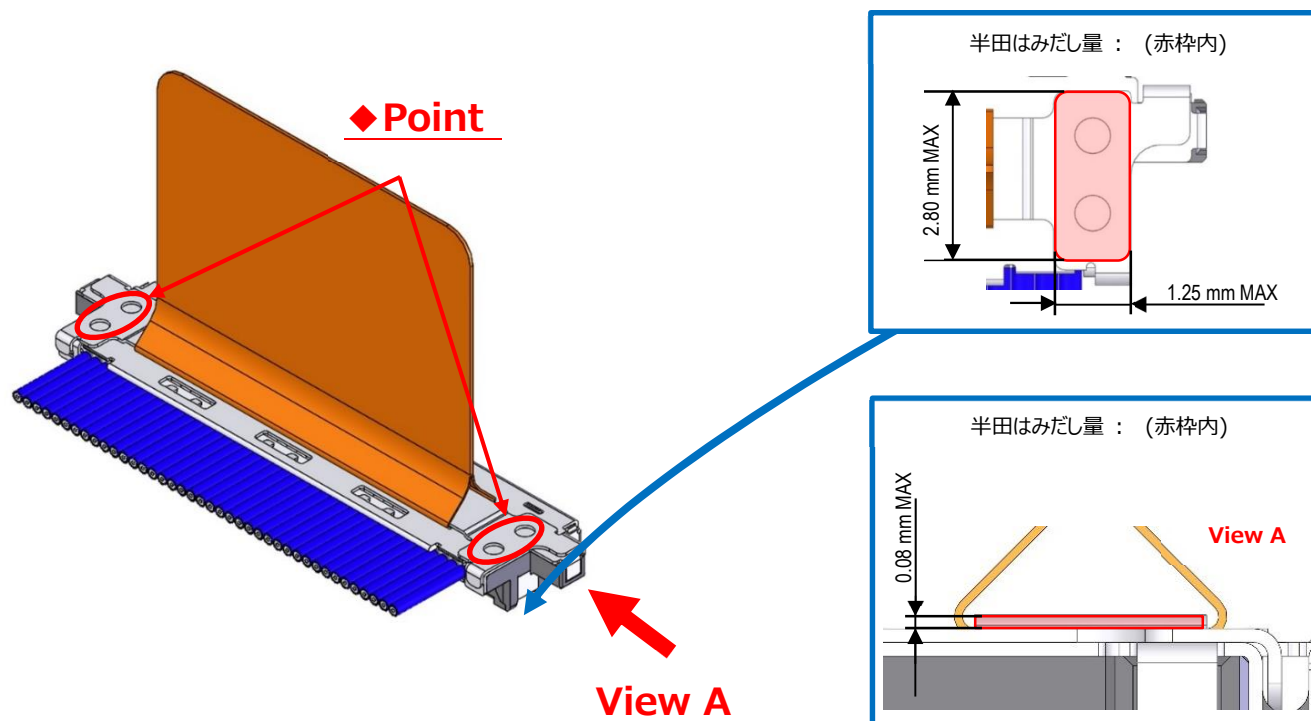

図.13 Pull Tape Holder 半田付け
- ③ Pull tape holderと shell-A を半田コテにて半田付けする。(図.13◆部)